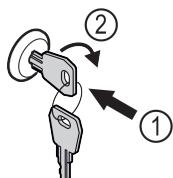

Fig. 144 Beispielhafte Darstellung
- Schlüssel hineindrücken Fig. 144 (1).
- Schlüssel um 90° im Uhrzeigersinn drehen Fig. 144 (2).